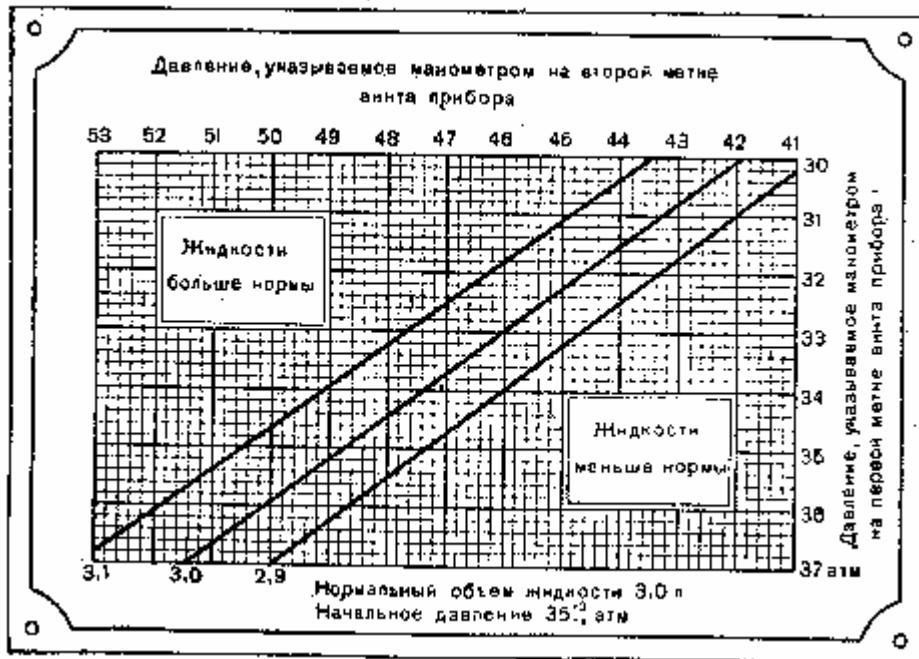

Рис. 186. График для определения количества жидкости в накатнике
- По двум показаниям манометра (на первой и второй рисках винта) определить по графику (рис. 186) количество жидкости в накатнике следующим образом: отыскать на графике точку пересечения горизонтальной и вертикальной линий (горизонтальные линии означают начальное давление, вертикальные — давление при штоке, оттянутом на 150 мм).